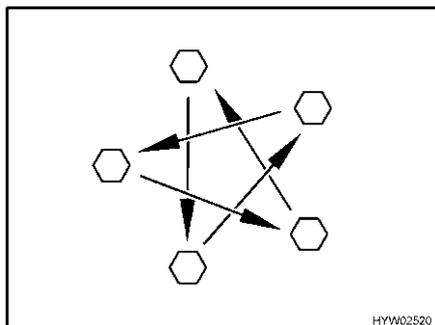

Fig. 221 Serrer en croix les écrous ou les boulons de roue
- Vérifier régulièrement le serrage des écrous ou des boulons de roues. Resserrer alternativement et en croix (Fig. 221) tous les écrous ou les boulons de roue 50 km après le changement d'une roue.
- ▷ Serrer en croix les écrous ou les boulons de roue (Fig. 221).